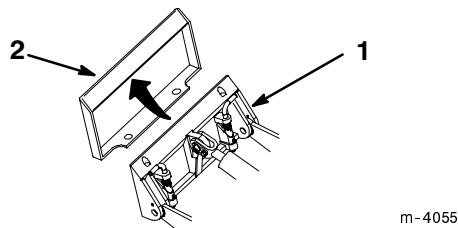

Abbildung 20
5. Die Montageplatte in der oberen Lippe der Zusatzvorrichtungs-Aufnahmeplatte positionieren (Abb. 20).